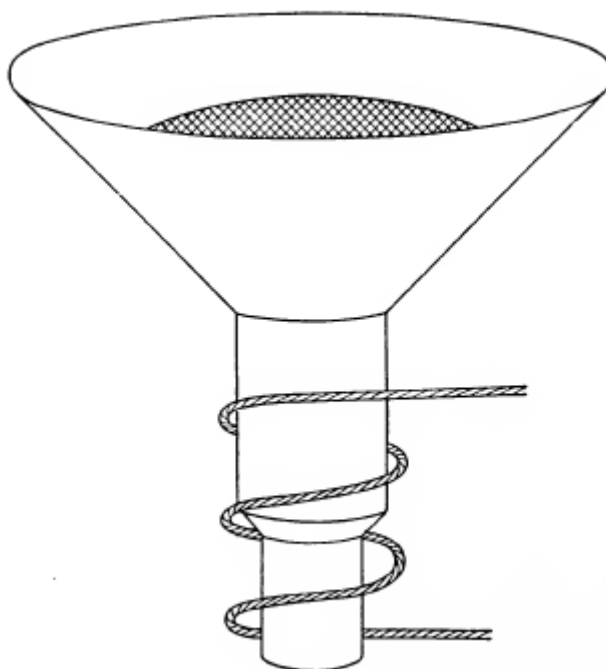
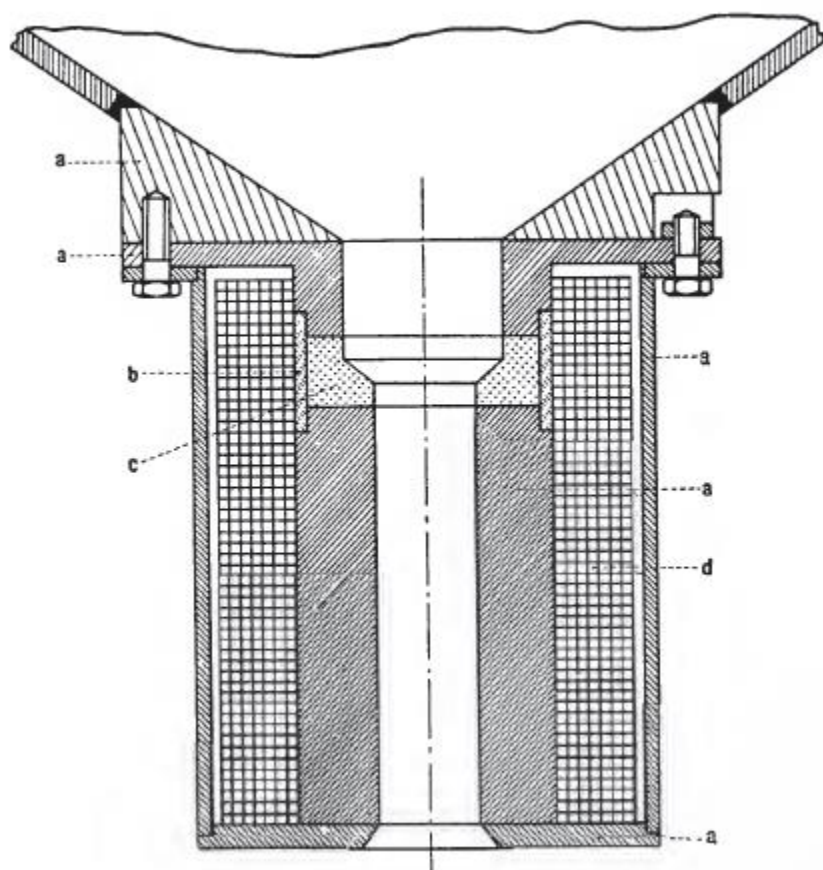

Fig. 16. Diagrama da válvula magnética
Fig. 17. Válvula magnética que controla a liberação das pastilhas de ferro
X). É contida em duas cubas de chapa metálica com bases em forma de funil. A tubulação deste funil é mais estreita em um lugar e o tubo inferior é cercado por uma bobina. A Fig. 16 dá uma visão esquemática da válvula, onde a bobina é representada simplesmente por três voltas de um cabo. A Fig. 17 dá uma seção transversal da válvula em mais